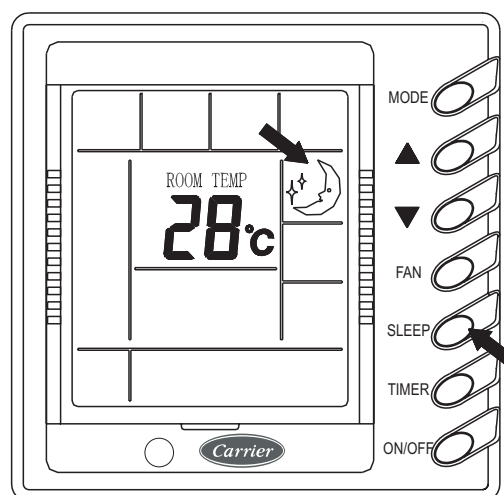

Fig. 6-IV
3. Programação do Modo SLEEP (Dormir) (Fig. 6-IV)